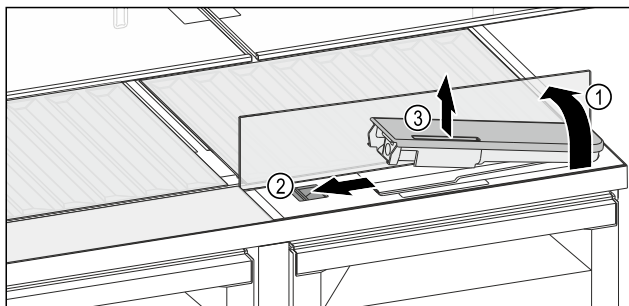

Fig. 140
- ▶ 抬起玻璃隔板，将其向后翻转至止挡 Fig. 140 (1)。
- ▶ 向左推滑块 Fig. 140 (2)。
- ▶ 取出水箱 Fig. 140 (3)。